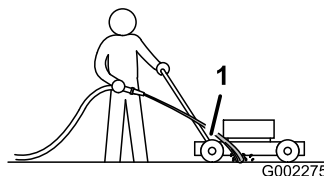

Figure 31
3. Tenez le tuyau d'arrosage à hauteur du guidon et dirigez le jet d'eau vers le sol, juste devant la roue arrière droite (Figure 31).